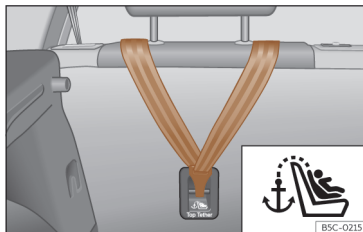

Fig. 36 Arrière de la banquette arrière : ancrage pour la ceinture Top Tether.
Les sièges pour enfants avec système Top Tether sont équipés d'une sangle supplémentaire pour les fixer à un point d'ancrage du véhicule. Ce point d'ancrage est situé à l'arrière du dossier de la banquette arrière (identifié par le symbole ) , et il procure une meilleure retenue >>> **fig. 36**.
- Faites glisser la sangle et fixez-la correctement à l'aide de l'ancrage derrière le dossier >>> **fig. 36**.